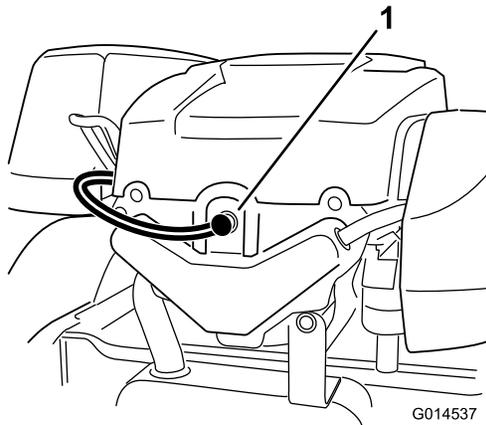

Bild 34
2. Ziehen Sie den Zündkerzenstecker ab (Bild 34). Reinigen Sie den Bereich um die Zündkerze, um zu verhindern, dass Schmutz in den Motor fallen und Schäden verursachen kann.
- Drücken Sie den Stecker auf die Zündkerze (Bild 34).